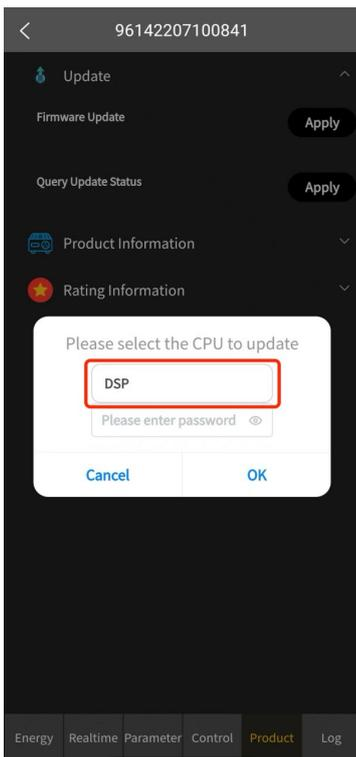

Figura 1
- (1) Si el inversor no carga el firmware, aparecerá un cuadro de diálogo de advertencia. Póngase en contacto con el proveedor para cargar el firmware.
- (2) Para la primera actualización, el cuadro de diálogo emergente de actualización se muestra a continuación.
- (3) Si no es la primera actualización, la última CPU actualizada se indicará en la columna como se muestra en la siguiente figura.
5. Haga clic en el cuadro de selección marcado en rojo en la figura 1 para mostrar la opción del cuadro desplegable. Seleccione la CPU que desea actualizar. En el ejemplo mostrado en la figura 2, se ha seleccionado DSP.